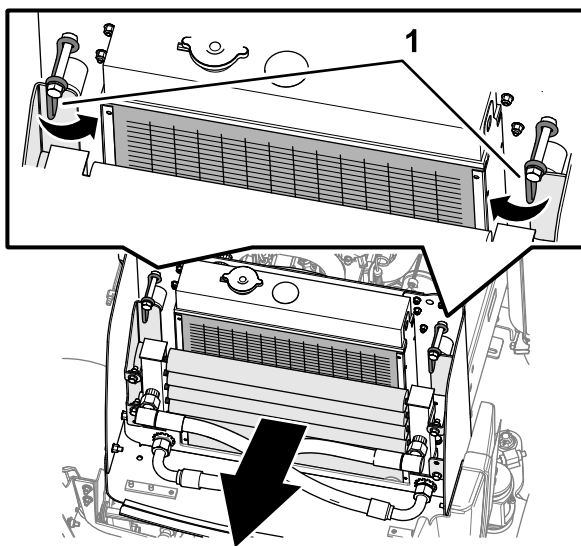
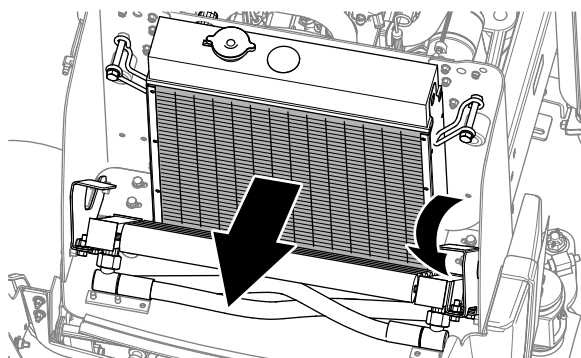

Bild 80
Bild 81
6. Reinigen Sie den Ölkühler mit Niederdruckluft (3,4 Bar) (Bild 80).
7. Drehen Sie die Ölkühlerriegel nach innen, und schwenken Sie den Ölkühler (Bild 80 und Bild 81).
8. Blasen Sie von der Lüfterseite des Kühlers die Rückstände mit Niederdruckluft (3,4 Bar) aus (Bild 81). Wiederholen Sie diesen Schritt von der Vorderseite des Kühlers und dann von der Lüfterseite. Reinigen Sie beide Seiten des Ölkühlers gründlich.